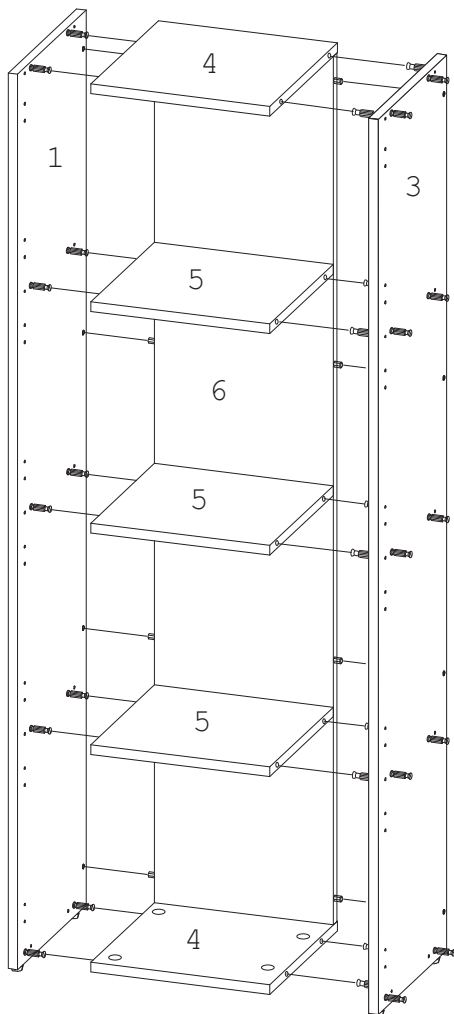
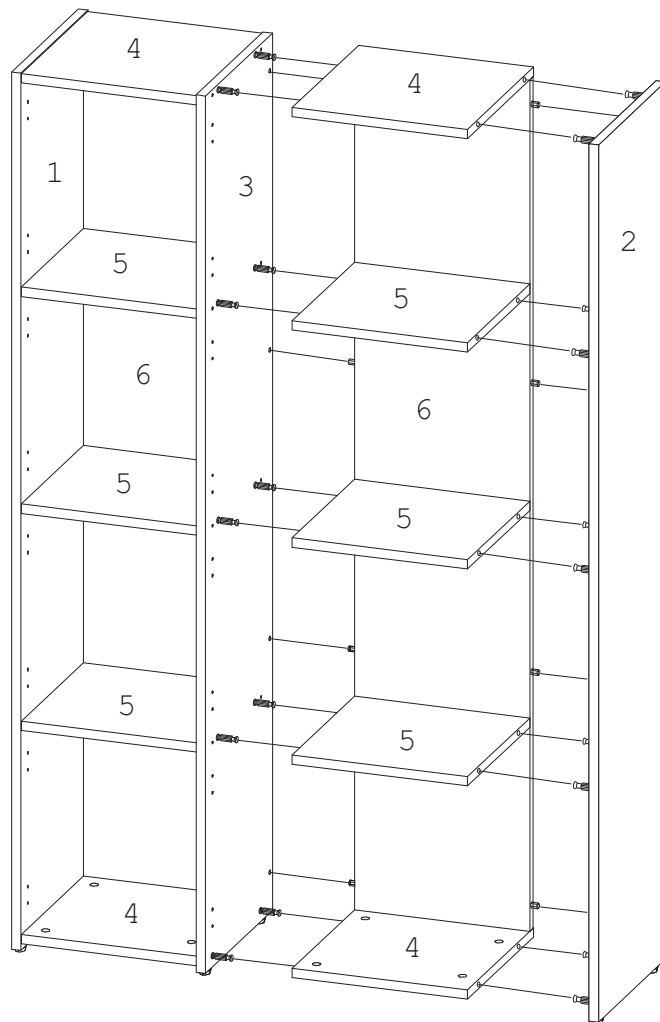

Рис. 7
Рис. 8
5.2 При сборке локера L-97 совместно с дополнительной секцией L-971 соединить горизонтали 5, верх/низ 4 и заднюю стенку 6 с боком левым 1 и перегородкой 3. (Рис. 7). Затянуть эксцентрики по часовой стрелке до упора. Затем к собранной конструкции присоединить горизонтали 5, верх/низ 4 и бок правый 2 (Рис. 8). Затянуть эксцентрики по часовой стрелке до упора.